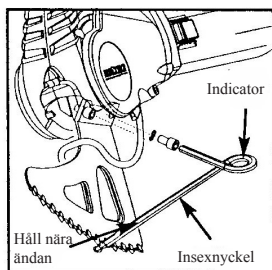

Fig.2
- Använd medföljande insexnyckel för att demontera bladskruvarna och avlägsna bladen. (se fig. 2)